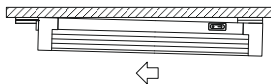

Рисунок 3
– вставьте один элемент крепления в Т-образный паз и перемещайте светильник вдоль паза до появления с другой стороны второго установочного элемента (рисунок 3);